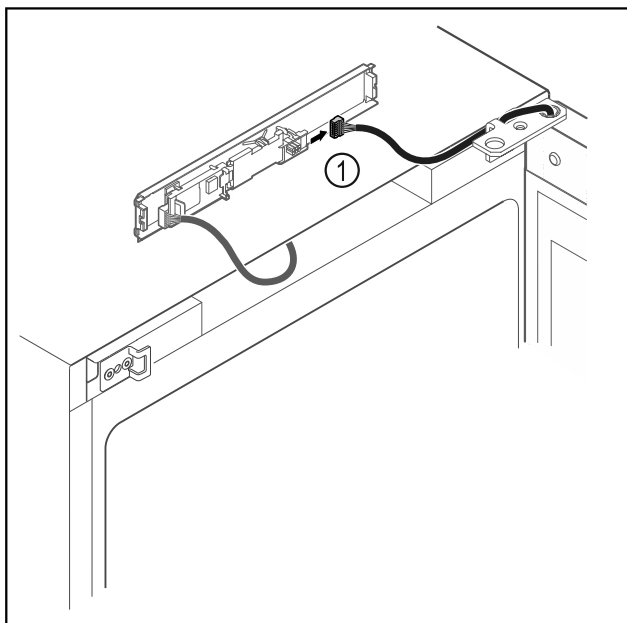

Fig. 8
- ▶ Stecker Fig. 8 (1) von Platine abstecken.